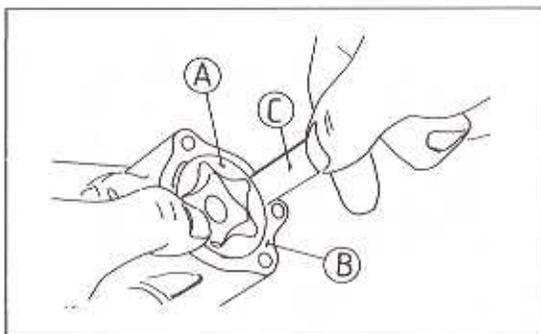

Bild 142
- Den Aussendurchmesser des Aussenrotors mittels Mikrometer messen (Bild 142).